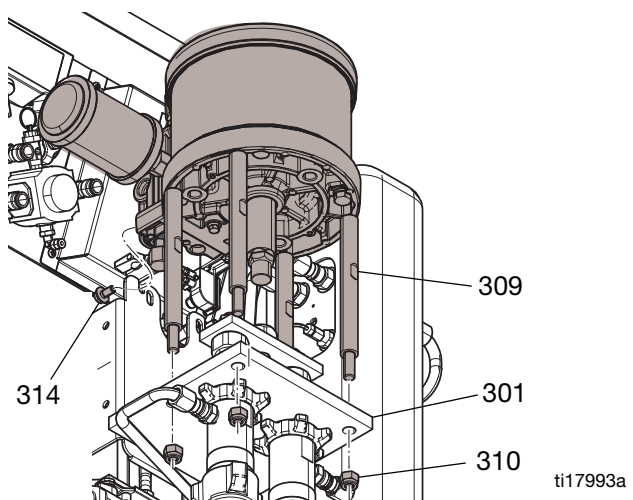

FIG. 2
- Instale os tirantes através da placa (301). Assegure-se de que os parafusos (314) encaixam nas ranhuras do suporte (311). Instale os parafusos (314). Consulte a FIG. 2, página 26.
- Aperte a porca (313) a 32-38 ft-lb (43-51 N•m).
- Aperte uniformemente as quatro porcas do tirante (310) em pequenos incrementos a 27-32 ft-lb (37-43 N•m). Consulte a FIG. 2, página 26.